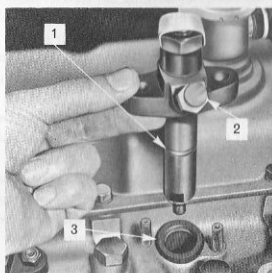

Fig. 53 Demontering av insprutare
3. Lossa de båda fästmuttrarna vid varje insprutare, tag bort dessa och deras packningar, fig. 53.